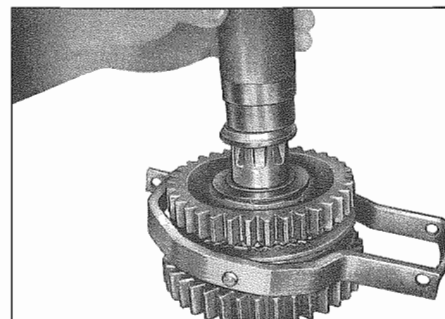

Fig. 29 - Anello interno del cuscinetto
- Mettere sull'ingranaggio cilindrico la ralla (429) con il collare verso l'alto. Con la bussola n. 9 forzare un anello interno del cuscinetto a sfere obliquo (430) fino all'appoggio sulla ralla (Fig. 29). Le superfici di rotolamento delle sfere devono essere rivolte verso l'alto. Serrare l'albero primario ruotato di 180°.
- Place thrust washer (429) with collar on top on spur gear. Press one inner race of tapered ball bearing (430) with bushing 9. up to stop on washer (Fig. 29). Running surface of balls up. Clamp main shaft turned by 180°.